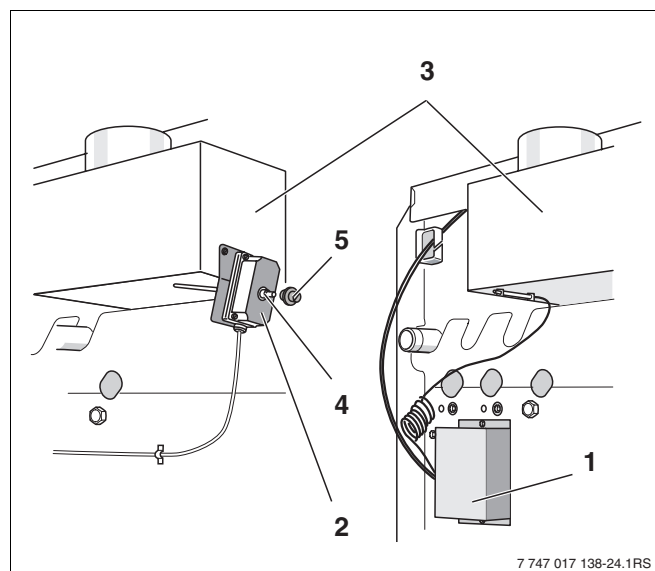

Bild 10 Abgasüberwachungen
- Die Abgasüberwachung AW 50 (Bild 10, **Pos. 1**) startet nach einigen Minuten den Brenner wieder automatisch, sofern Wärmebedarf besteht.
- Bei der Abgasüberwachung AW 10 (Bild 10, **Pos. 2**) entfernen Sie nach ca. zwei Minuten die Schutzkappe (Bild 10, **Pos. 5**) und drücken den Entriegelungsstift (Bild 10, **Pos. 4**) ein.